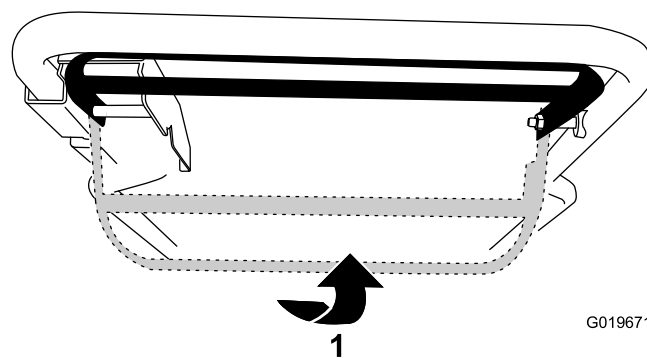

Figura 16
- **Para activar la autopropulsión sin activar la cuchilla:** Levante la barra de control de la cuchilla hasta el manillar (Figura 16).